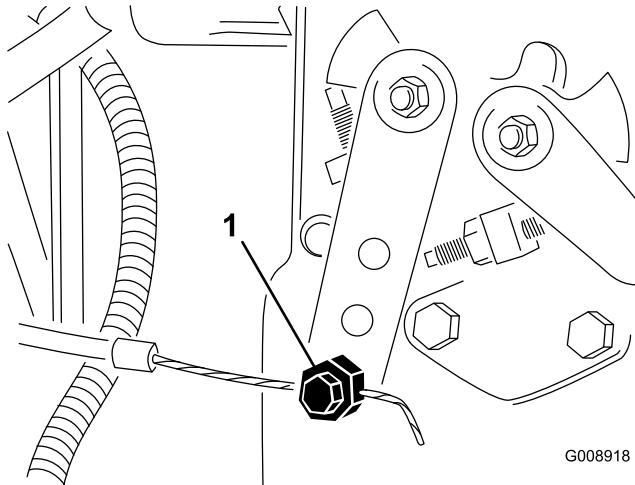

Figura 68
2. Desaperte o dispositivo de ligação do cabo do regulador na alavanca da bomba de injecção (Figura 68).